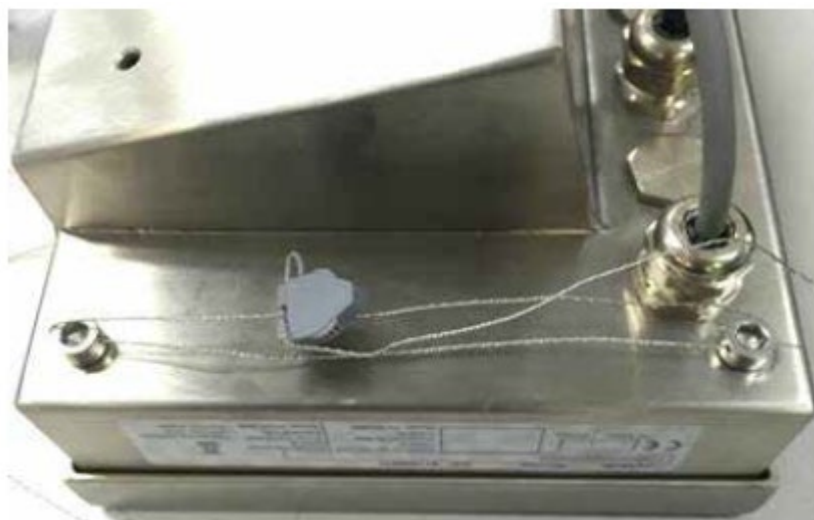

Figura 2-17: Método de sellado
Los detalles del sello de plomo del IND256x se muestran en la Figura 2-17. El procedimiento es como sigue:
2. Pase el alambre de sellado a través de dos pernos de sellado adyacentes y luego fije el retenedor del sello como se muestra en la Figura 2-17.